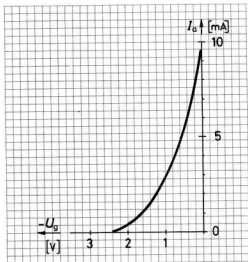

Bild 305
- Ermitteln Sie die Steilheit der Triode nach Bild 305 für eine Gittervorspannung von  $-1$  V.